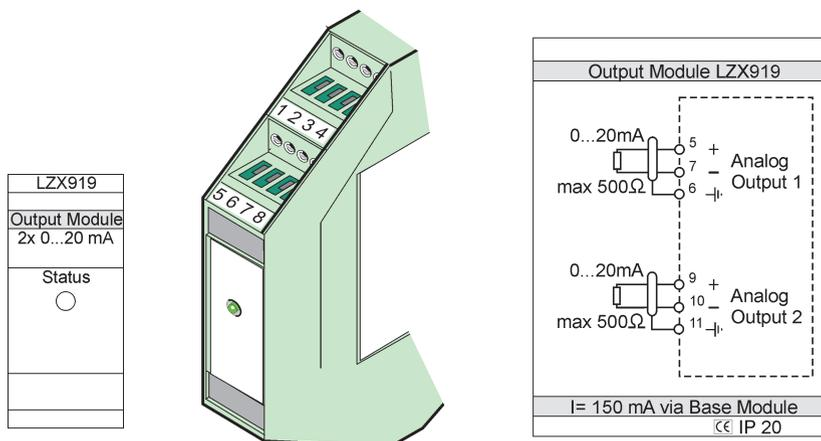

Figure 78 Module de sortie externe
3. Effectuer les connexions appropriées tel que présentées dans Figure 78 et Tableau 51.